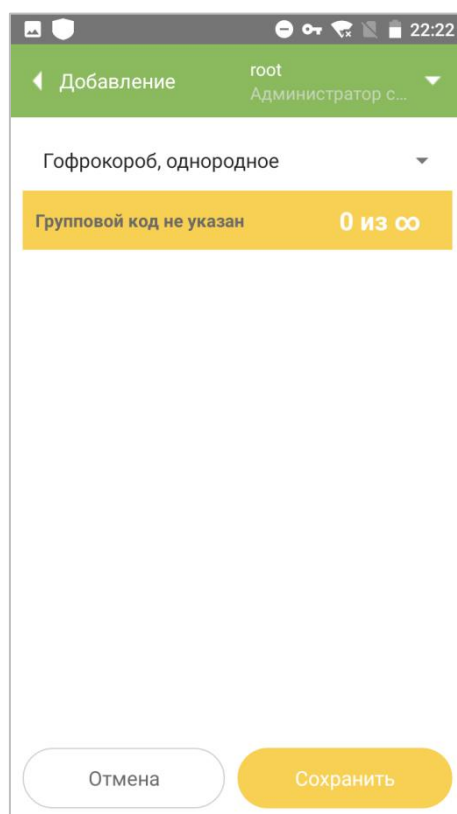

Рисунок 6.1
1. Нажать на иконку «Добавление» в главном меню приложения. Откроется окно добавления кода в групповую упаковку (Рисунок 6.1)